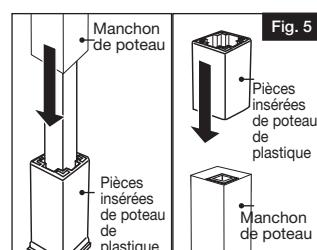

Fig. 5
- Faire glisser le manchon de poteau en vinyle sur la pièce insérée de poteau (Fig. 5).
- Faire glisser la deuxième pièce insérée de poteau dans le bout du manchon de poteau en vinyle par-dessus le poteau d'acier (Fig. 5).